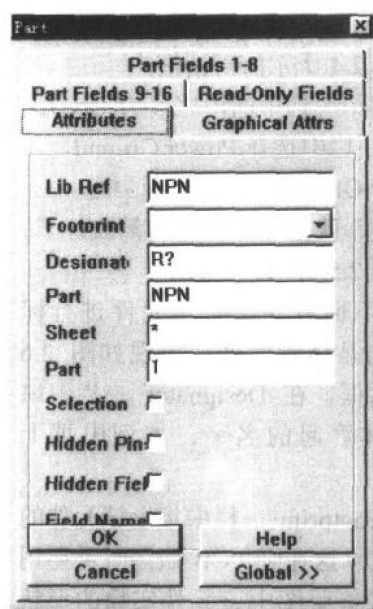

图 2.6 元件 NPN 的属性
8. 下面开始给各个元件进行标称。双击晶体管元件, 出现如图 2.6 所示对话框, 在 Designator 一栏中填上给晶体管起的名字, 本例中填上 G1。
9. 双击电感元件, 同样出现类似图 2.6 的属性对话框。